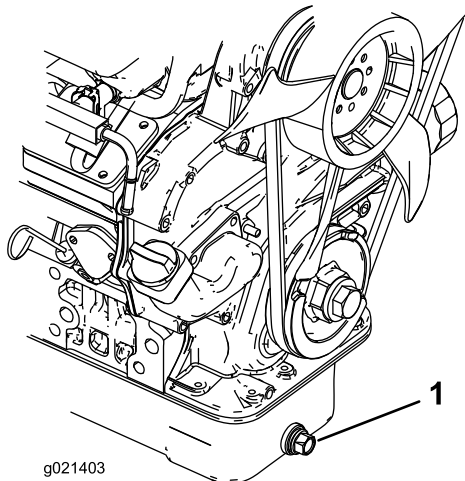

Figura 46
1. Retire el tapón de vaciado (Figura 46) y deje fluir el aceite a un recipiente apropiado. Cuando el aceite deje de fluir, coloque el tapón de vaciado.